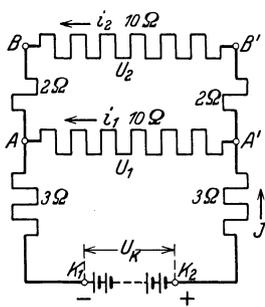

Abb. 16. Schaltung von Widerständen zu Aufgabe 75.
75. Eine Stromquelle erzeugt zwischen den Klemmen K_1K_2 eine Spannung von 110 [200] V (Abb. 16). Die Widerstände der einzelnen Leiterstücke sind: $K_1A = 3$ [2] Ω , $AB = 2$ [0,5] Ω , $AA' = 10$ [20] Ω , $BB' = 10$ [15] Ω , $B'A' = 2$ [0,5] Ω und $A'K_2 = 3$ [2] Ω . Gesucht: